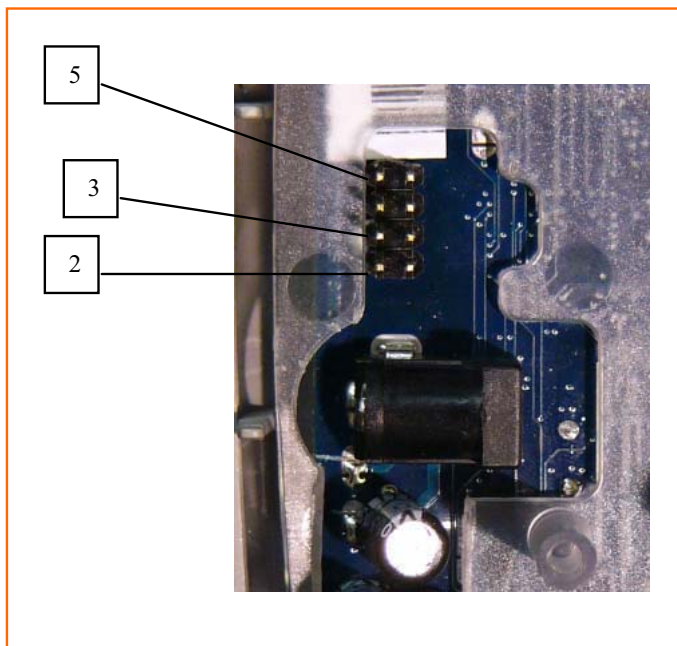

FIGURA 7a
- INSTALACIÓN DE μ AFIS CONECTADO A UN ORDENADOR, RS232 (FIGURA 7a)